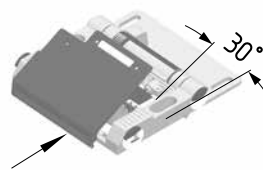
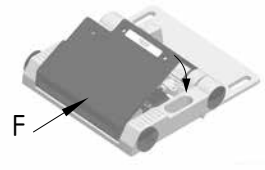

Abb. 2
Abb. 3
- Gehäusedeckel ca. 30° schräg auf die Haltenasen fest aufdrücken (Abb. 2) und gleichzeitig nach unten drücken (Abb. 3).